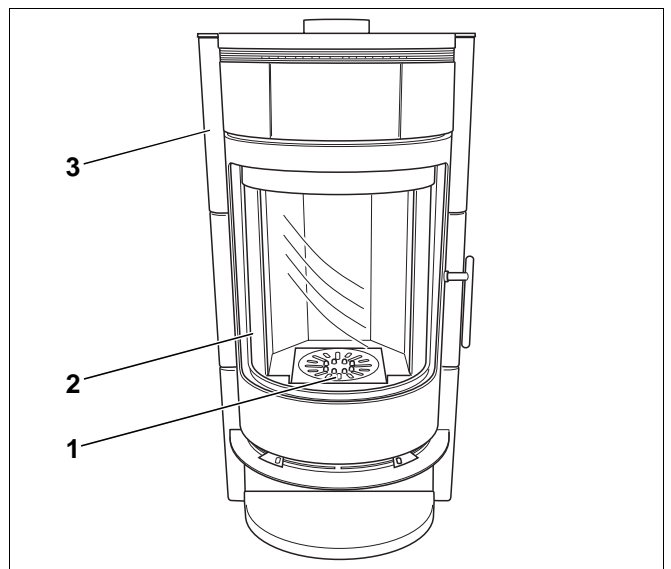

Abb. 3 Kaminofen blueline 7
- Rost (Abb. 3, **Pos. 1**)
- Selbstschließende Feuerraumtür (Abb. 3, **Pos. 2**)
- Kacheln (Abb. 3, **Pos. 3**)